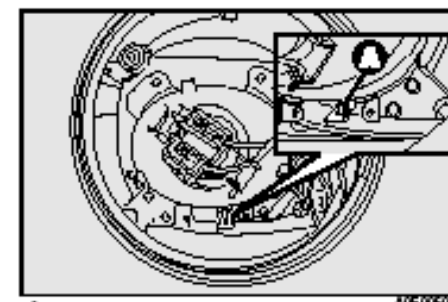

рис.102
- Передвинуть рычажок **A**- **рис.102**;